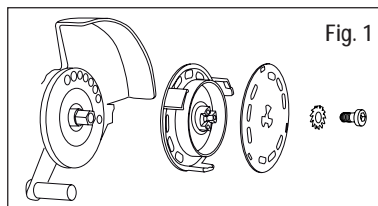
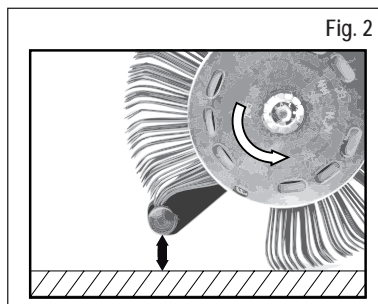

Fig. 1
Fig. 2
3. Întrerupeți alimentarea cu aer comprimat și apoi fixați în mod corect pe aparat banda MBX® Die Blaster® de 11 mm împreună cu sistemul de prindere AS012 (respectați direcția de rotație) și cu șaiba evantai și șurubul aferente. Vezi Fig. 1 și Fig. 2
- Utilizați o bandă **MBX®** în direcția greșită de rotație? – Ajustați banda cu perii astfel încât să meargă în direcția corectă (vezi capitolul 6, Punerea în funcțiune, Fig. 2).